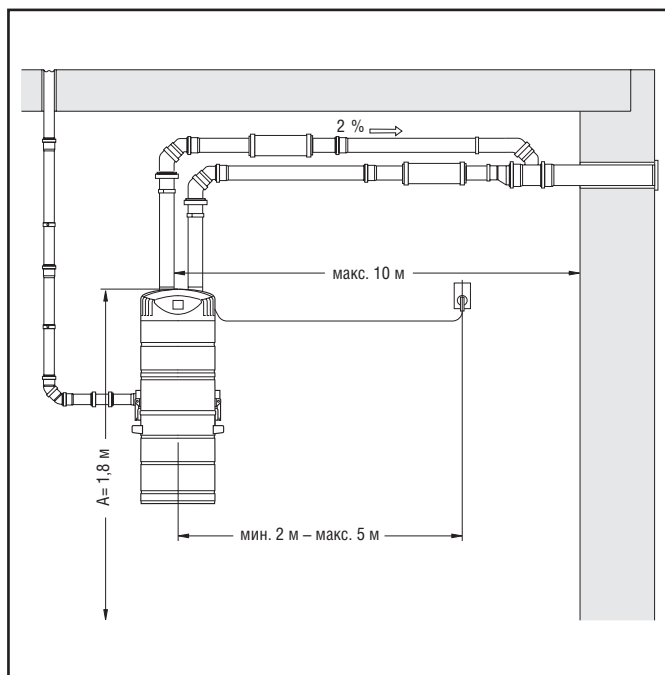

Рис. 6-24: Пример монтажа центрального пылесоса тип 4000
- Для типа 4000 подвести два трубопровода (RAUPIANO Plus Dy 75) в соответствии с рис. 6-24 к выходным патрубкам центрального пылесоса.